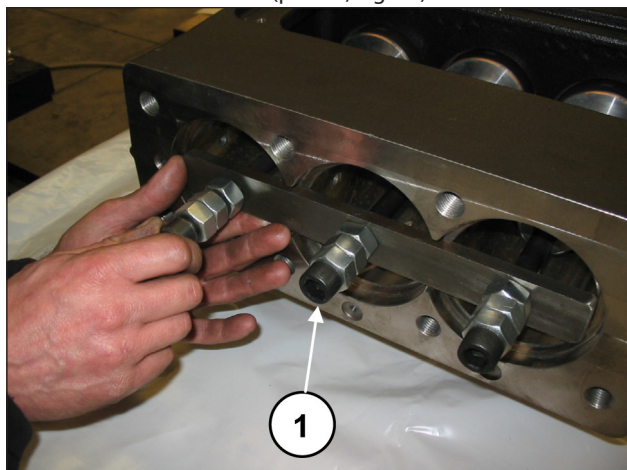
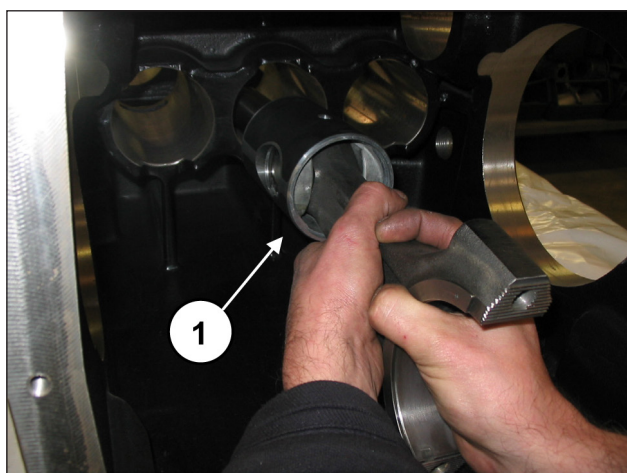

Fig. 40
Fig. 41
Comece a desapertar os parafusos do equipamento cód. 27566200 para desbloquear as bielas (pos. ①, Fig. 40) e, em seguida, extraia os conjuntos de biela-guia do pistão da abertura traseira do cârter (pos. ①, Fig. 41).
Depois de ter verificado a limpeza correta do cárter, insira o conjunto da semi-biela de guia do pistão no interior dos canos do cárter (pos. ①, Fig. 41).
Bloqueie os três grupos usando a ferramenta própria cód. 27566200 (pos. ①, Fig. 40).
Remova a ferramenta para bloqueio das bielas cód. 27566200 (pos. ①, Fig. 40) e deslize as bielas para trás até que elas entrem em contato com o eixo de manivelas.